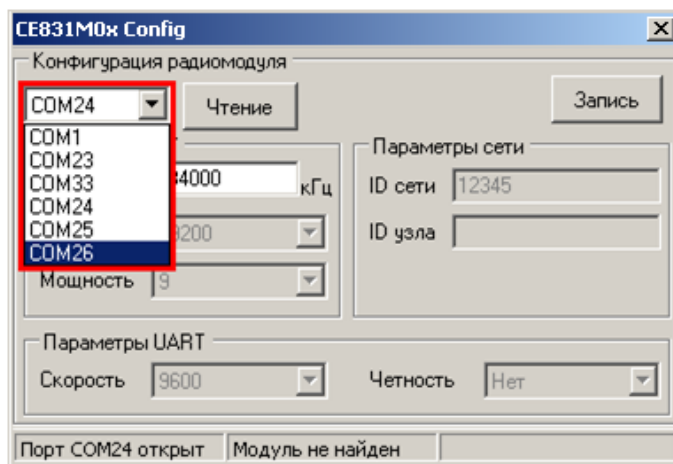

Рисунок 32 – Изменение номера используемого COM-порта
5.3.3.4.10 После выбора нового COM-порта необходимо дождаться сообщения в строке статуса (см. рисунок 32) о том, что открыт именно выбранный COM-порт (ожидание 1-3 сек.).